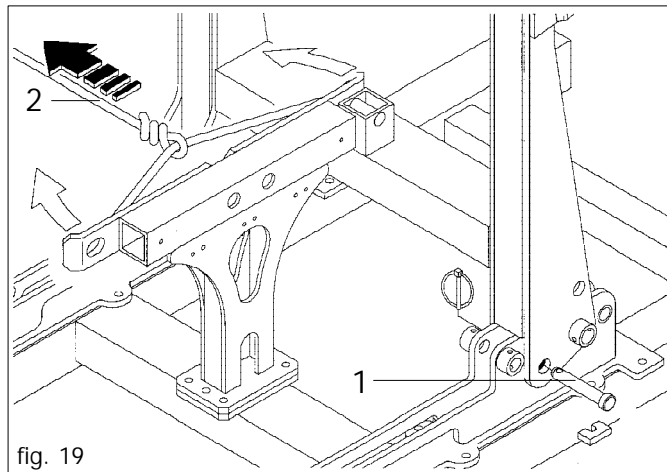
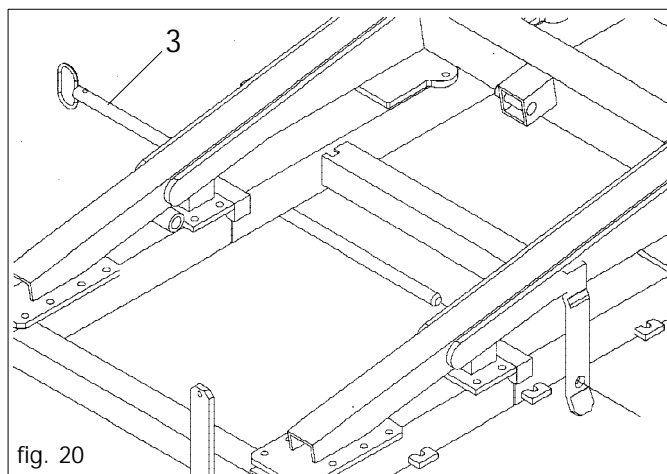

fig. 19
fig. 20
- Retirer les chevilles de sécurité (1 fig. 19)
- Débloquer les dispositifs de sécurité moyennant la corde (2) ; Actionner l'installation oléodynamique en plaçant les châssis latéraux en position de travail ;
- Bloquer à l'aide des chevilles (3 fig. 20)
- Décrocher les chevilles (3)
- Fixer les chevilles de sécurité (1).